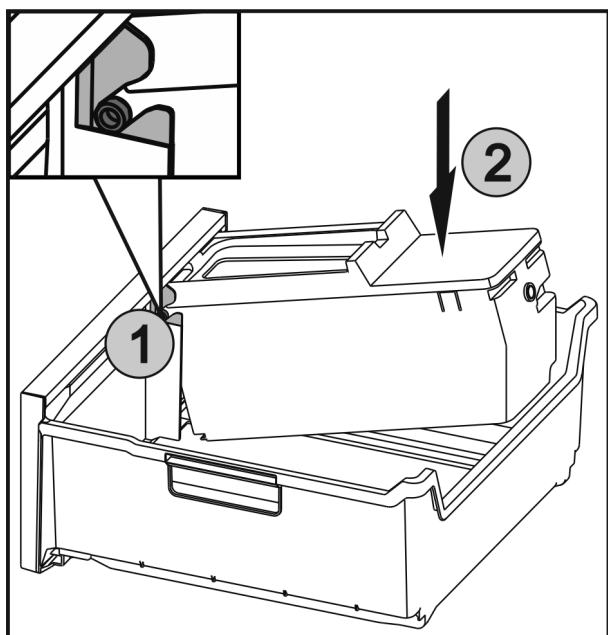

Fig. 54
- ▶ Вставить оси Fig. 54 (1) на EasyTwist-Ice в направляющие и вдавить заднюю сторону Fig. 54 (2) до фиксации накладки.